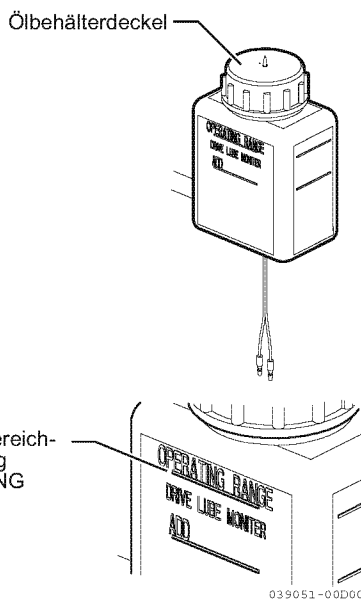

Abbildung 14
13. Ölbehälter so auffüllen, dass der Ölstand innerhalb des Betriebsbereichs (**Abbildung 14**) liegt.